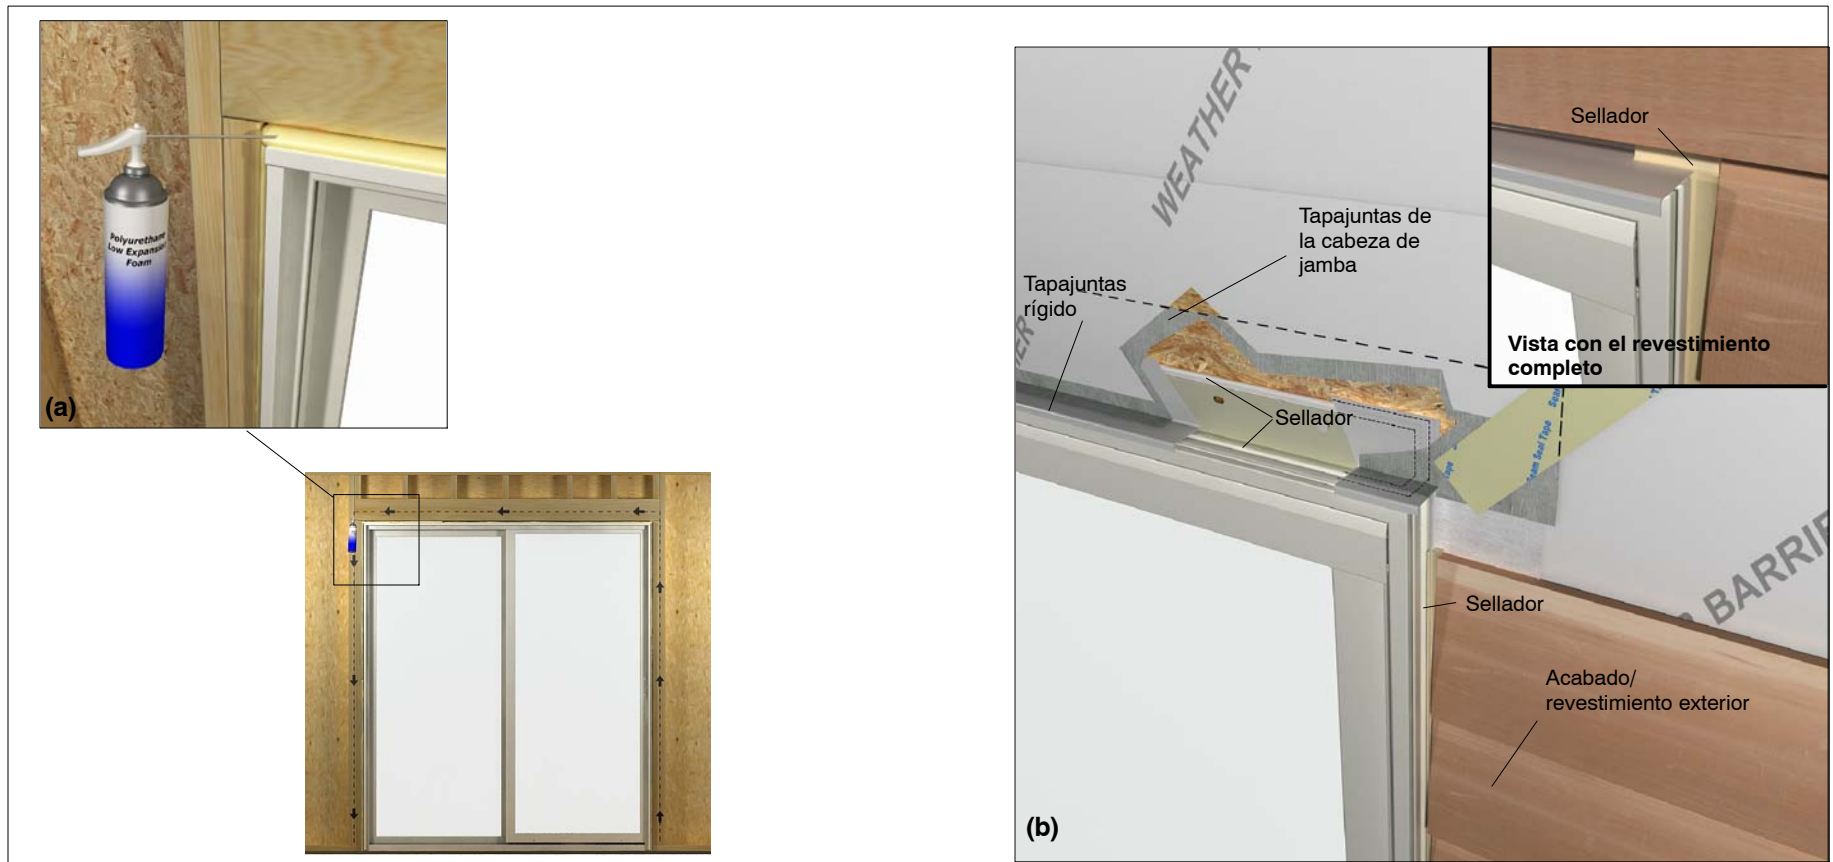

Figura 11: Sellar la instalación.
1. Desde el interior, aplique una línea gruesa de 1"-2" (25-151) de aislante en espuma de baja expansión sobre el lado posterior del marco exterior. Ver figura 11. **No aplicar demasiado ya que es, posible doblar las jambas.**
2. Para integrar la unidad con la barrera de aire interior de la estructura, aplique un cordón de sellador entre la jamba y el acabado interior antes de recortar la instalación. Ver figura 11. La instalación está lista para aplicación de la moldura interior.